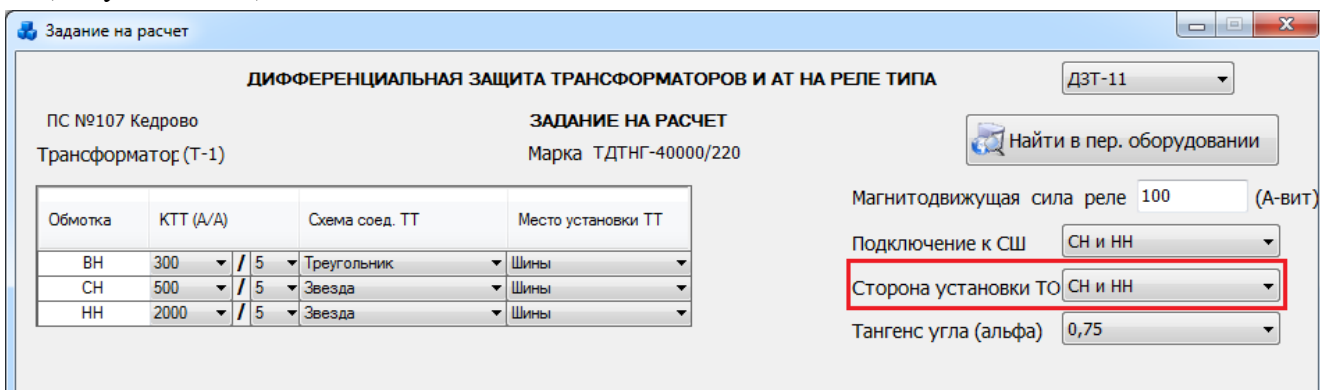

Рисунок 3.9.26
- если ТО присоединена на сумму токов трансформаторов тока, установленных на обмотках среднего напряжения (СН) и НН (Рисунок 3.9.26), то в этом случае ток срабатывания реле рассчитывается по условию отстройки от броска тока намагничивания (Рисунок 3.9.27);